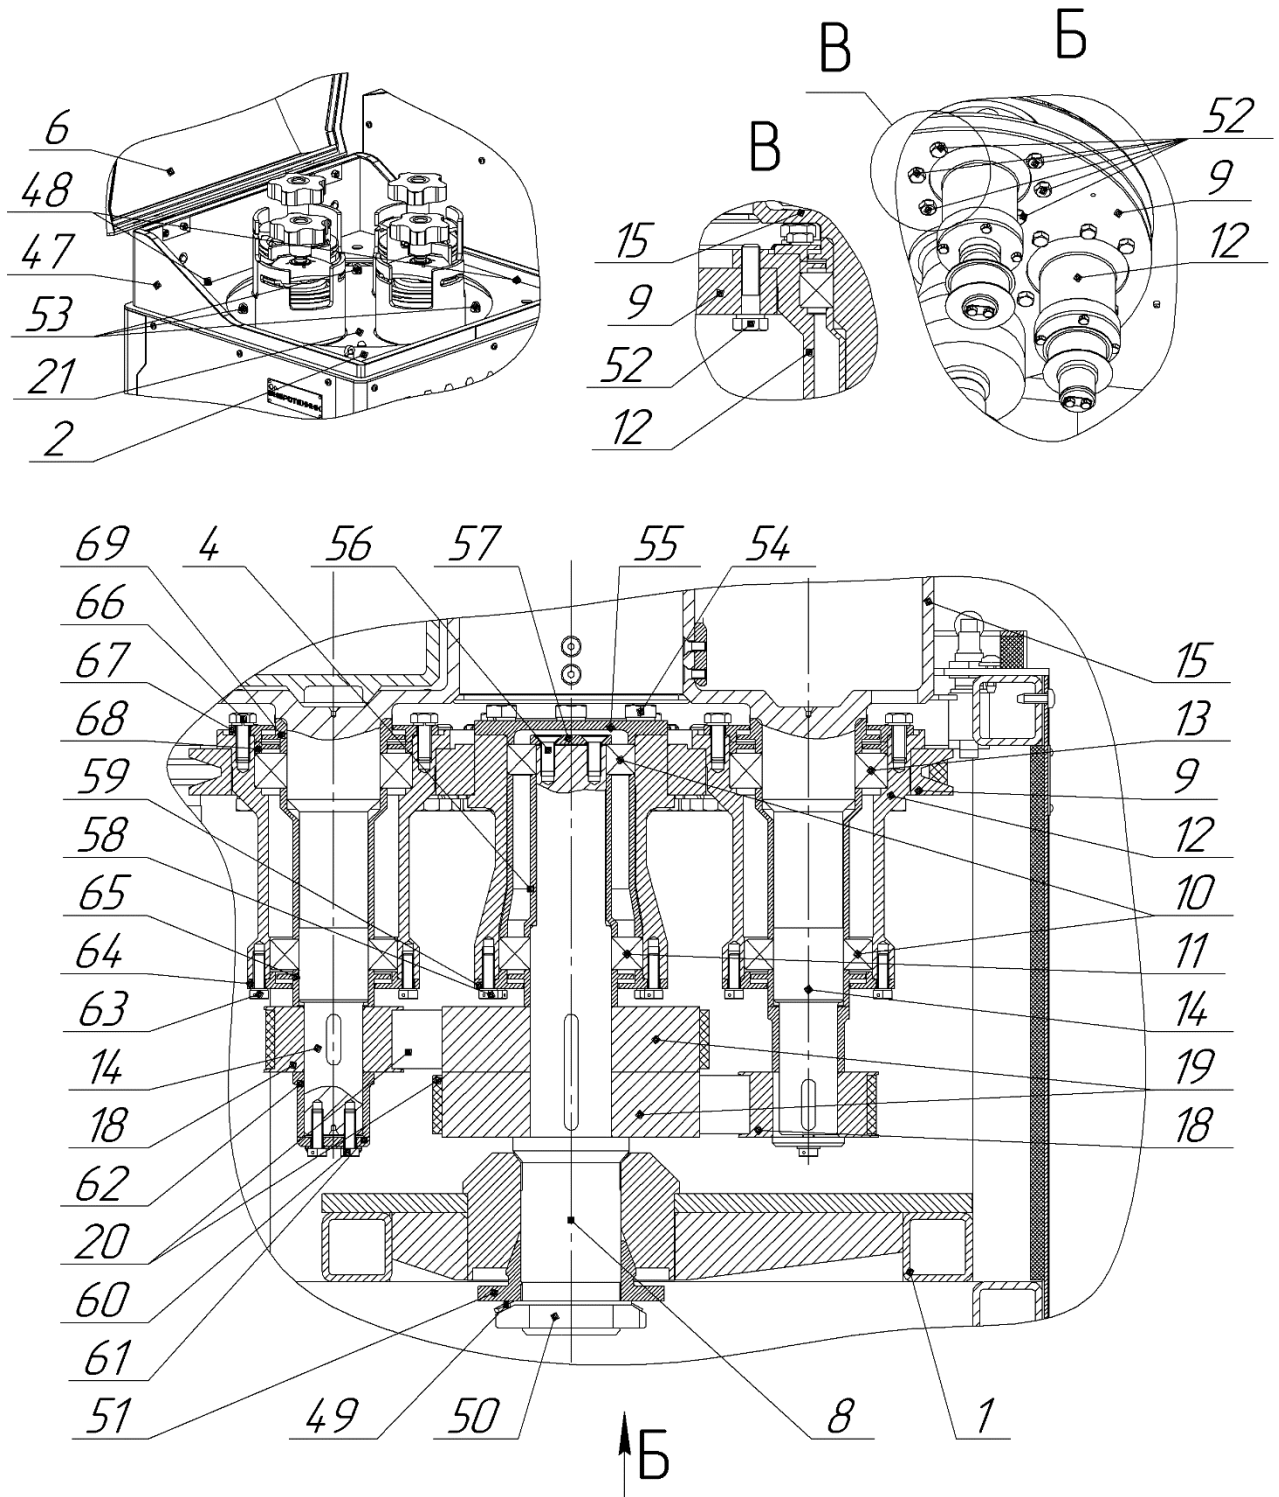

Рис. 7. Обслуживание Мельницы планетарной МПП 1-4
- в. Демонтируйте плиту 2 в сборе с крышкой 6 и кожухом 47 (Рис. 7), открутив винты 48;